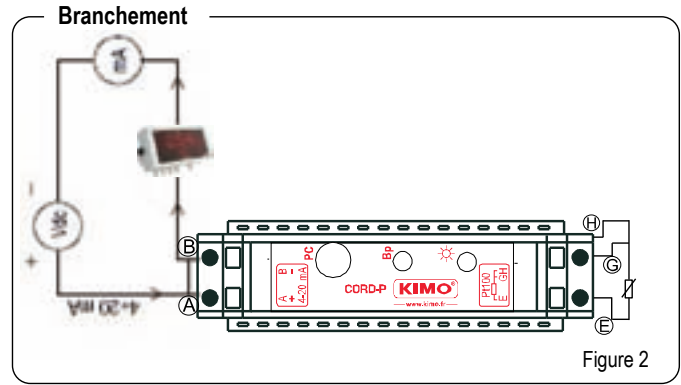

Figure 2
La figure 2 montre le diagramme de branchement du convertisseur dans la boucle de courant. Pour obtenir une meilleure précision, utiliser 3 fils de même diamètre pour faire le branchement à la Pt100 car ceci garantit la même impédance dans chaque branche. Un dispositif peut être introduit dans la boucle de courant comme un afficheur, un contrôleur ou un enregistreur.
- Brancher le convertisseur à configurer à la source d'alimentation à l'ampèremètre et au calibrateur Pt100 (voir figure 2) puis faire un appui long sur la touche de configuration du convertisseur. La led clignote 2 fois durant l'appui. Lorsque le clignotement devient rapide, relâcher le bouton : le mode programmation est activé.
La figure 2 montre le diagramme de branchement du convertisseur dans la boucle de courant. Pour obtenir une meilleure précision, utiliser 3 fils de même section pour faire le branchement à la Pt100 car ceci garantit la même impédance dans chaque branche. Un dispositif peut être introduit dans la boucle de courant comme un afficheur, un contrôleur ou un enregistreur.